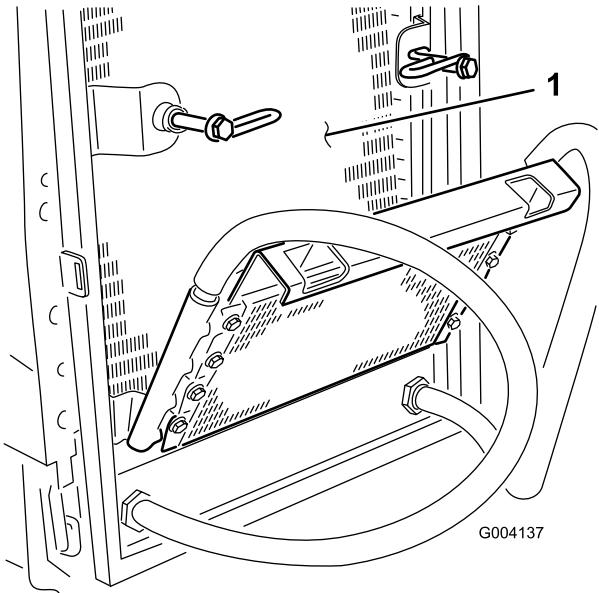

Figura 65
- 6. Limpie a fondo ambos lados del enfriador de aceite y del radiador (Figura 65) con aire comprimido.